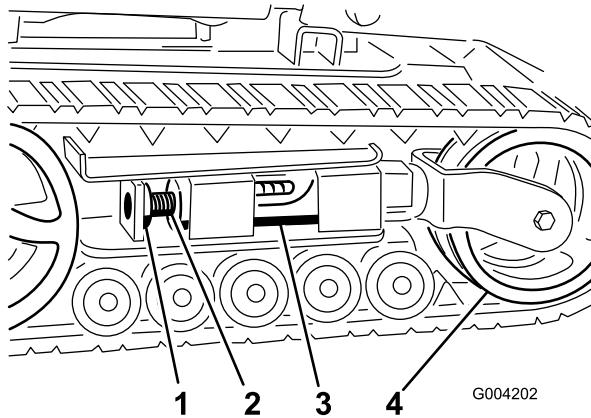
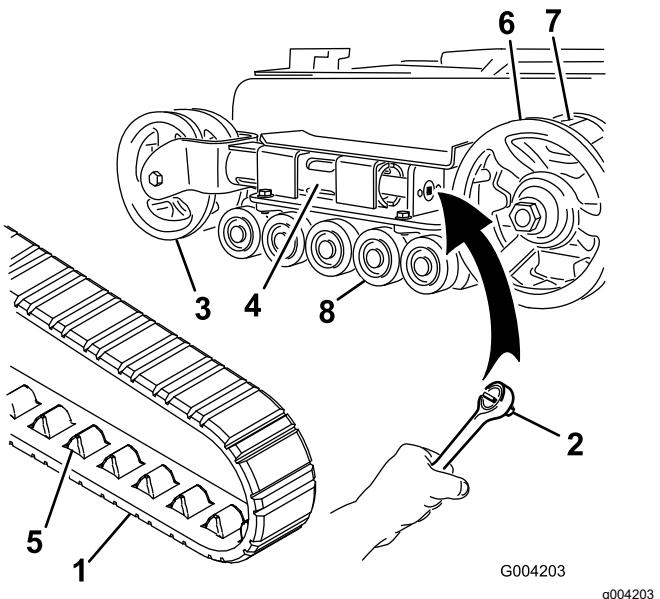
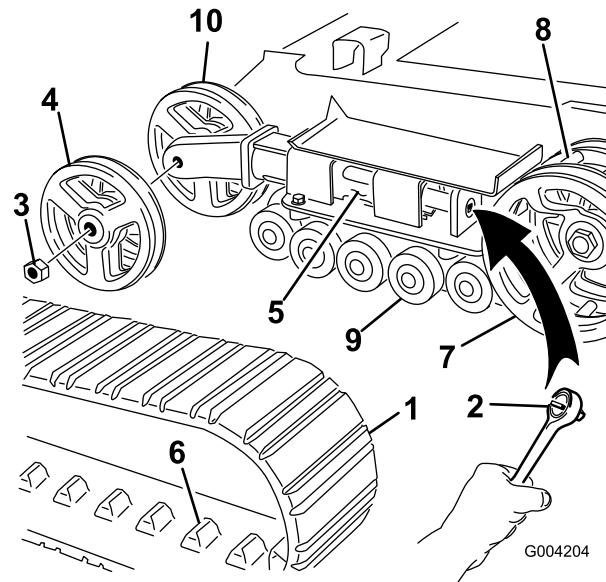

Figure 47
Figure 48
Figure 49
6. Alignez l'encoche la plus proche dans la vis de tension avec le trou du boulon de blocage, et fixez la vis avec le boulon et l'écrou de blocage (Figure 47).
4. Enlevez le boulon et l'écrou de blocage (Figure 47).
Remarque: Les chenilles sont de type étroit si les roues de tension avant sont montées à l'intérieur d'une chape au bout du tube de tension (Figure 48).
5. À l'aide d'une clé à cliquet de $\frac{1}{2}$ pouce, tournez la vis de tension dans le sens horaire pour détendre la transmission (Figure 47 et Figure 48).
6. Poussez la roue de tension vers l'arrière de la machine pour appuyer le tube de tension contre le cadre (Figure 48).
8. Lorsque la chenille est déchaussée, retirez-la du pignon d'entraînement et des galets de roulement (Figure 48).
9. Pour installer la chenille neuve, commencez par l'enrouler autour du pignon, en veillant à ce que les crampons s'engagent correctement entre les dents du pignon (Figure 48).
10. Poussez la chenille sous et entre les galets de roulement (Figure 48).
Remarque: Les chenilles sont de type large si les roues de tension avant sont montées sur les côtés au bout du tube de tension (Figure 49).
5. À l'aide d'une clé à cliquet de $\frac{1}{2}$ pouce, tournez la vis de tension dans le sens horaire pour détendre la transmission (Figure 47 et Figure 49).
6. Poussez la roue de tension vers l'arrière de la machine pour appuyer le tube de tension contre le cadre (Figure 49).
7. Retirez l'écrou de fixation de la roue de tension extérieure et déposez la roue (Figure 49).
8. Déposez la chenille (Figure 49).
9. Retirez l'écrou de fixation de la roue de tension intérieure et déposez la roue (Figure 49).
13. Posez la roue de tension intérieure et fixez-la avec l'écrou retiré précédemment (Figure 49).
15. Posez la chenille neuve en prenant soin que les crampons s'engagent entre les dents au centre du pignon (Figure 49).
16. Posez la roue de tension extérieure et fixez-la avec l'écrou retiré précédemment (Figure 49).
6. Placez le chapeau de galet de roulement sur la tête du boulon (Figure 48).
7. Fixez le chapeau avec le circlip (Figure 48).